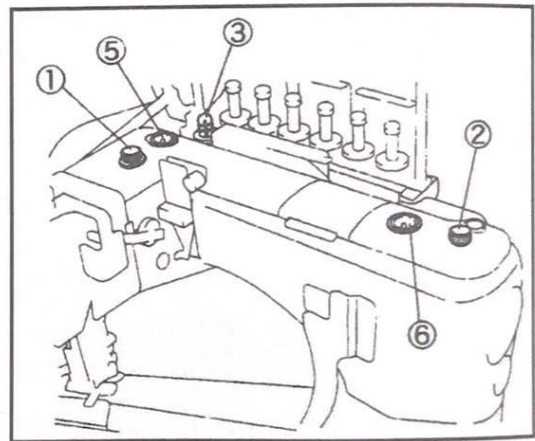

Fig.13
- (1) 旋開油塞螺絲 ① 和 ② 然後加油。(Fig.13)